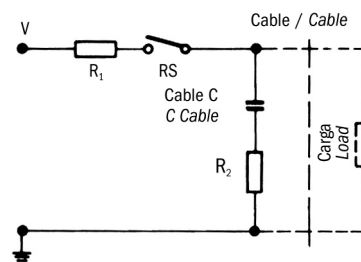

Fig. 4
**2) Cargas capacitivas y lámparas** a diferencia de las cargas inductivos, con cargas capacitivas y con lámpara se producen elevadas descargas de corriente que pueda provocar fallos inmediatos, e incluso la soldadura de los contactos. Cuando se conmutan condensadores cargados o condensadores de línea, se produce una descarga inmediata cuya intensidad depende del alcance y la longitud de las cargas. La corriente de descarga pico está limitada por una resistencia en serie con el condensador, como se indica en la fig. 4 (ver página siguiente). El tamaño de la resistencia se determinará de acuerdo con las posibilidades existentes en un circuito determinado. En cualquier caso, debe ser lo más grande posible para limitar la descarga de corriente en Límites aceptables. Esto también se aplica a la carga con condensadores. En el caso de los circuitos con condensadores de alta descarga de corriente, deben utilizarse los circuitos de la figura 5 (ver la página siguiente), con R1 o R2.